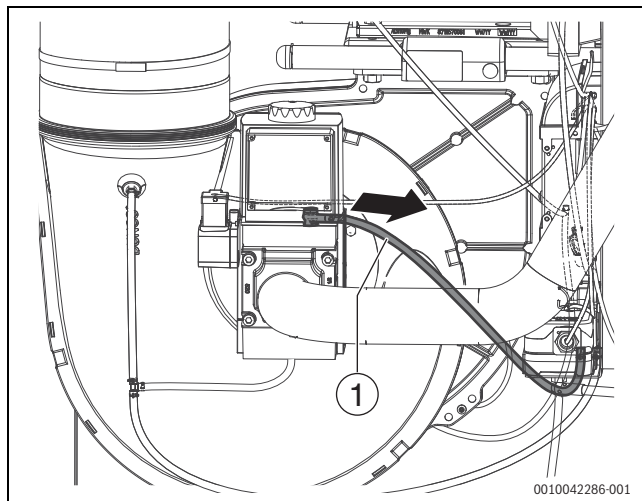

Рис. 65 Отсоедините трубку измерения давления газа на выходе
- ▶ Отсоедините трубку измерения давления газа на выходе газовой арматуры (→ Рис. 65, [1]).